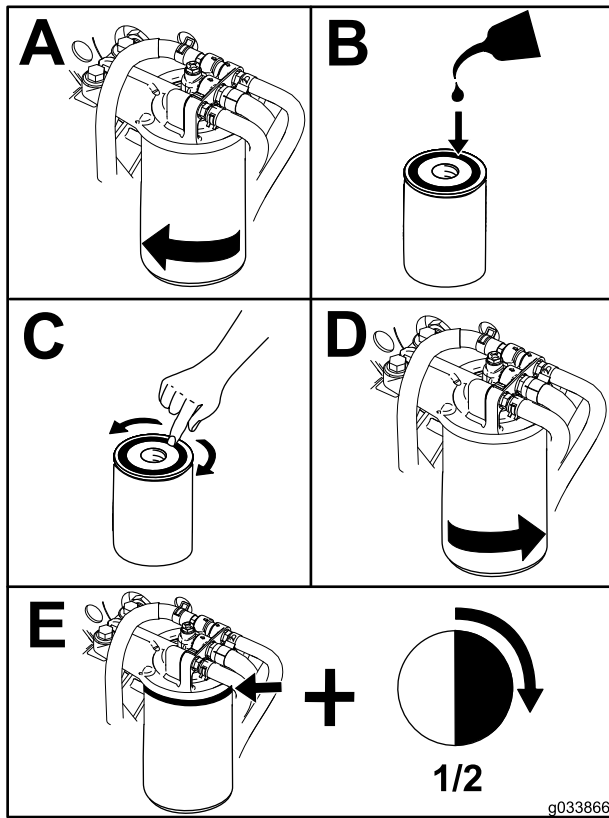

Figura 63
1. Limpie la zona alrededor del cabezal del filtro (Figura 63).